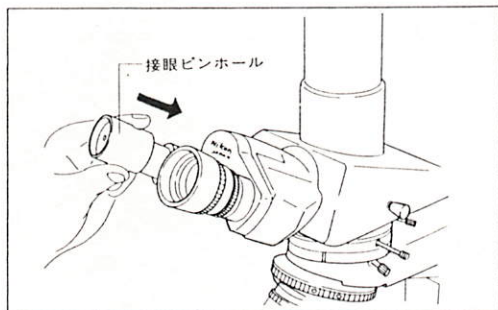

図 22
- ベルトランレンズを光路に入れずに、片側の接眼レンズを付属の接眼ピンホールに差し替えて（図22）双眼視をしますと、オルソスコープ像とコンスコープ像とを重ね合わせて同時検鏡することができます。